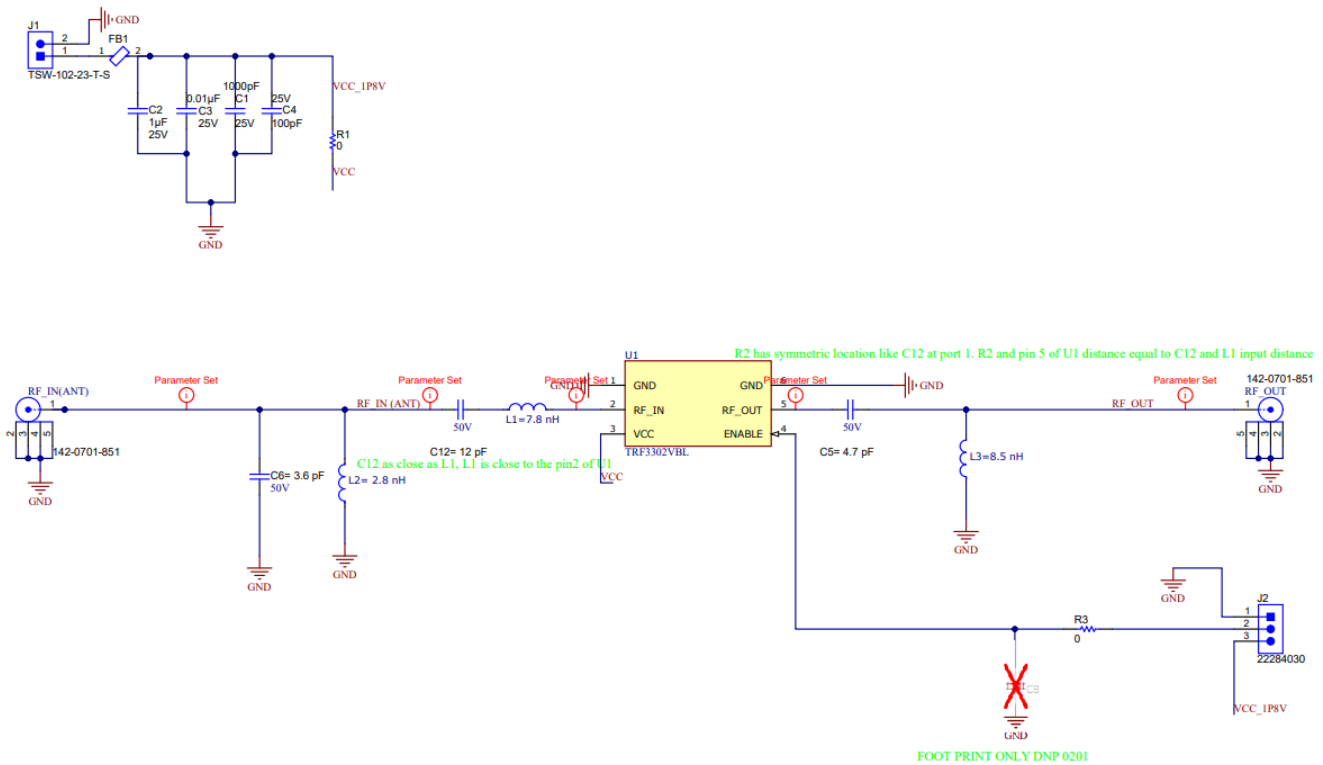

图 3-3. TRF3302EVM 所有 GPS/GNSS 频段原理图
4. 将 C6、C12、L1 和 L2 替换为 3.6pF、12pF、7.8nH 和 2.8nH，以优化 1165 至 1630MHz (所有 GPS/ GNSS 频段) 的性能，如 图 3-3 中所示。R2 必须替换为电容值 4.7pF，C5 必须替换为 8.5nH 电感器，以实现增益平坦度并略微改善输出匹配。